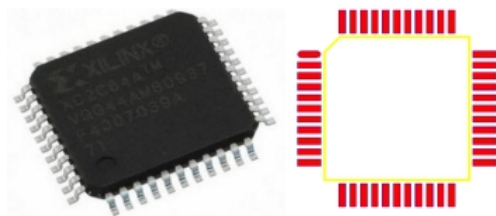

图 9-15 QFP 元件及其封装
6) QFP (Quad Flat Package, 方形扁平封装): QFP 为方形贴片封装, 引脚等数量地排列在芯片四周。与 PLCC 封装不同, QFP 的引脚没有向内弯曲, 而是向外伸展的海鸥翼形引脚, 焊接比较方便。封装类型主要包括 PQFP (塑料外壳 QFP)、TQFP (薄形 QFP) 及 CQFP (陶瓷外壳 QFP) 等, 引脚数从 32~164 不等, 如图 9-15 所示。